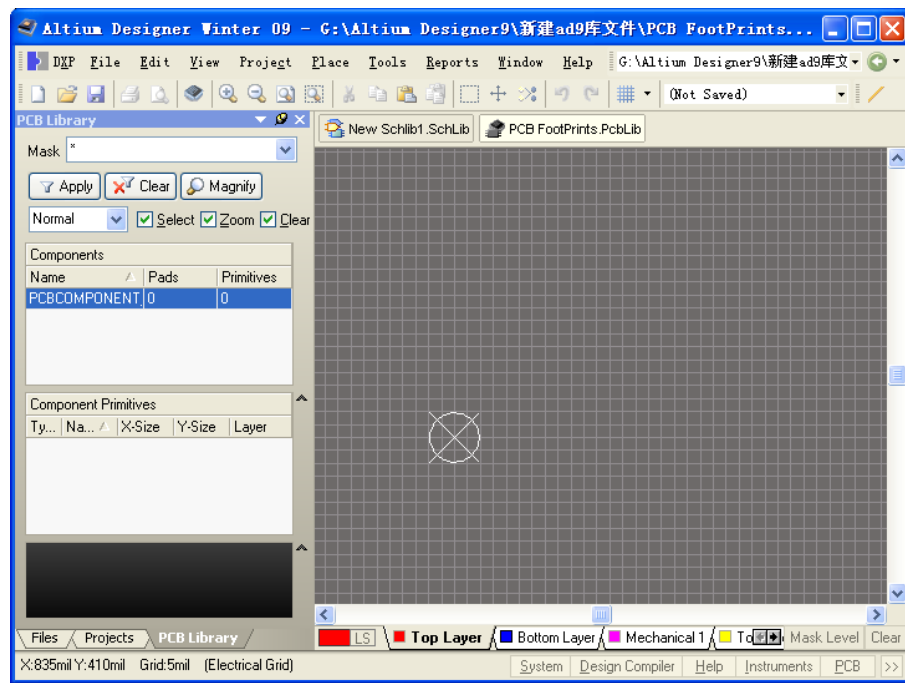

图5-2 PCB Library Editor工作区
- (3) 单击PCB Library标签进入PCB Library面板。
- (4) 单击一次PCB Library Editor工作区的灰色区域并按Page UP键进行放大直到能够看清网格，如图5-2所示。
- 2. 执行Tools → New Blank Component命令（快捷键为T, W），建立了一个默认名为‘PCBCOMPONENT_1’的新的空白元件，如图5-2所示。在PCB Library面板双击该空的封装名（PCBCOMPONENT_1），弹出PCB Library Component[mil]对话框，为该元件重新命名，在PCB Library Component对话框中的Name处，输入新名称LED-10。